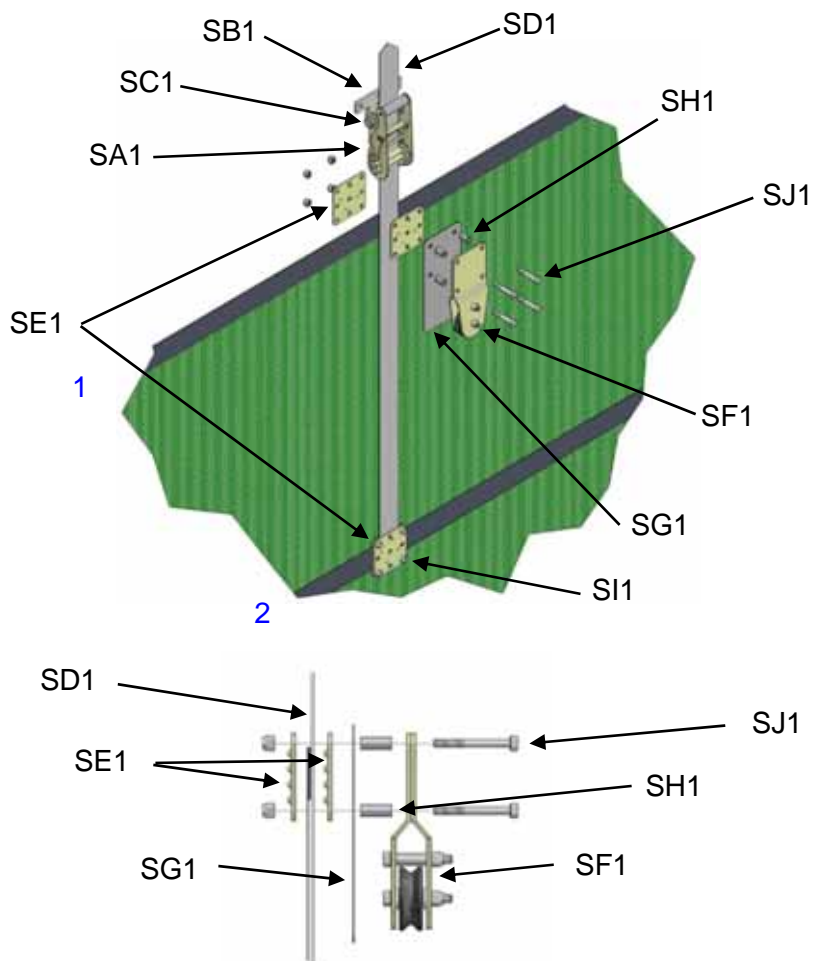

Abbildung 17
5.2 Bringen Sie das Klinkenrad (SA1) mit den im Lieferumfang enthaltenen M12 x 90 mm Schrauben (SC1) an der Klinkeradhalterung (SB1) an. Die Standardmontage der Klinkenradhalterung ist in Abbildung 17 dargestellt, sie kann aber auch umgekehrt erfolgen, falls der senkrechte Montageplatz beschränkt ist. Verankern Sie die Vorrichtung mit drei Befestigungselementen mit einer Mindestgröße von 8 mm im Gebäude.
5.3 Siehe Abbildung 17: Befestigen Sie den senkrechten Gewebegurt (SD1) mit den im Lieferumfang enthaltenen Klemmplatten (SE1) und M8 x 20 Schrauben (SI1) an dem zweiten an der Tor nach unten führenden Gurt. Wiederholen Sie dies am oberen Gurt, verwenden Sie hierfür aber die mitgelieferten M8 x 50 Schrauben (SJ1) und beziehen Sie die Drahhalterung (SF1), die Abstandhalter (SH1) und das Schutzpad für die Drahhalterung (SG1) mit ein. Führen Sie das Gewebe durch das Klinkenrad und achten Sie